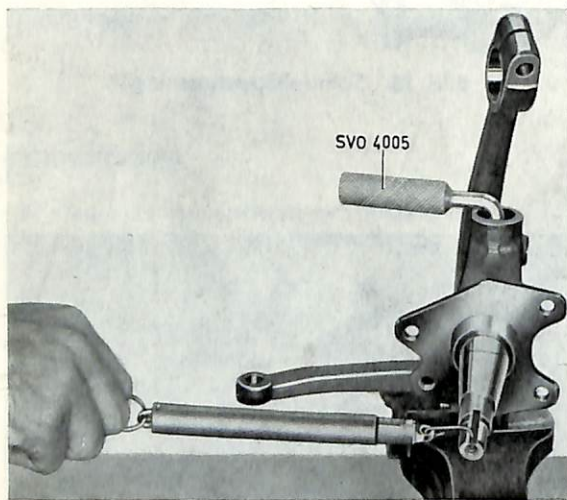

Bild 20. Mätning av friktionsmoment.
3. Sätt hjulspindel, trycklager och justermellanlägg på sin plats samt placera centreringsdorn SVO 4005 i övre bussningen. Byt ut mellanlägg tills ansättningen avpassats så, att friktionsmomentet vid vridning av spindelns blir 5—6,5 kgcm. Om en fjädervåg anbringas i spindelns saxpinnehål skall den ge ett utslag av 0,3—4,3 kg vid dragning vinkelrätt mot spindelns, se bild 20. Driv därefter i spindeltappen; se till att den kommer i rätt läge. Montera dragkilen. Kontrollera att hjulspindelns går lätt att vrida. Montera tätningsbrickorna genom att placera dem på sin plats med den kupade sidan utåt och därefter knacka dem plana med hammare och dorn.